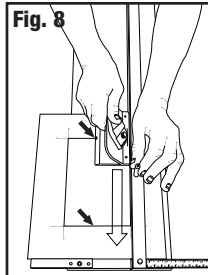

Fig. 8
6. Placez-vous à l'opposé des barres d'équerrage et positionnez le couteau biseauté modèle 2000 de telle façon que la ligne argentée soit alignée avec la ligne inférieure d'intersection tracée au crayon. (Fig. 8)
7. Tenez appuyée la barre de guidage avec votre main gauche. Placez le pouce de la main droite sur l'emplacement pour le pouce du support de lame. (Fig. 8)
6. Estando parado con las barras de escuadra alejadas de usted, posición el cortador de bisel nº 2000 de modo que la línea gris del cortador se alinee encima de la línea de lápiz inferior. (Fig. 8)
7. Mantenga abajo la barra de guía con su mano izquierda. Coloque el pulgar de la mano derecha sobre la hendidura para el pulgar en el sujetador de la cuchilla. (Fig. 8)
6. Die Anschlagleisten befinden sich entfernt von Ihnen. Positionieren Sie das den Schrägschneider Nr. 2000 so, dass die silberfarbene Linie über der unteren Bleistiftlinie aufliegt. (Abb. 8)
7. Halten Sie die Führungsleiste mit Ihrer linken Hand. Legen Sie den Daumen der rechten Hand auf die Daumenkerbe auf dem Klingenhalter. (Abb. 8)